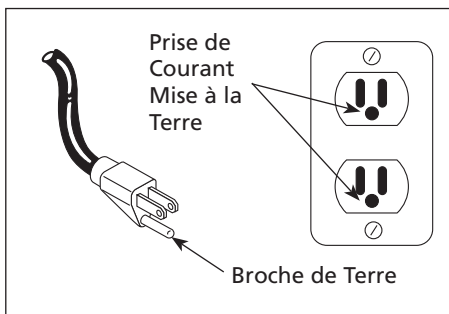

Figure 2 - Méthode de mise à la terre
3. Ce produit est conçu pour l'utilisation d'un circuit de 120 volts et a une fiche de mise à la terre comme celle indiquée sur la Figure 2. S'assurer que l'appareil est branché à une prise de courant qui a la même configuration que la fiche. Ce produit doit être mis à la terre. Dans l'événement d'un court-circuit, la mise à la terre diminue le risque de secousse électrique en fournissant un fil d'échappement pour le courant électrique. Ce produit est équipé avec un cordon qui a un fil de terre avec une fiche de terre. La fiche doit être branchée dans une prise de courant qui a été installée et mise à la terre correctement